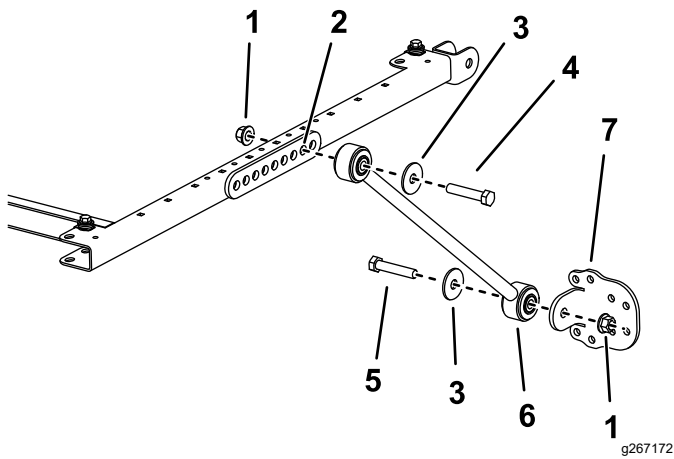

Figura 5
($\frac{1}{2}$ pol. x $2\frac{3}{4}$ pol.), anilha ($\frac{1}{2}$ pol.) e porca flangeada ($\frac{1}{2}$ pol.), como se mostra na Figura 5.
6. Instale sem apertar completamente um suporte de cinta em cada cinta usando um parafuso (½ pol. x 2½ pol.), anilha (½ pol.) e uma porca flangeada (½ pol.), como se mostra na Figura 5.